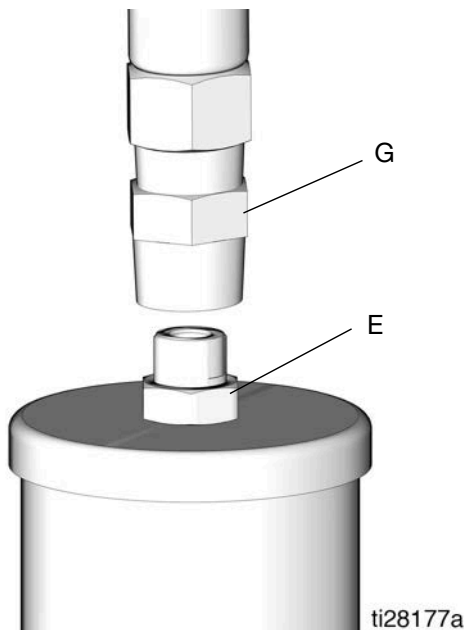

FIG. 6
3. Débranchez la conduite d'alimentation en lubrifiant (G) de la sortie de la pompe (E) (FIG. 6).
5. Faites fonctionner la pompe durant quelques courses jusqu'à ce que de la graisse, purgée d'air, sorte de la sortie (E) de la pompe (FIG. 6).